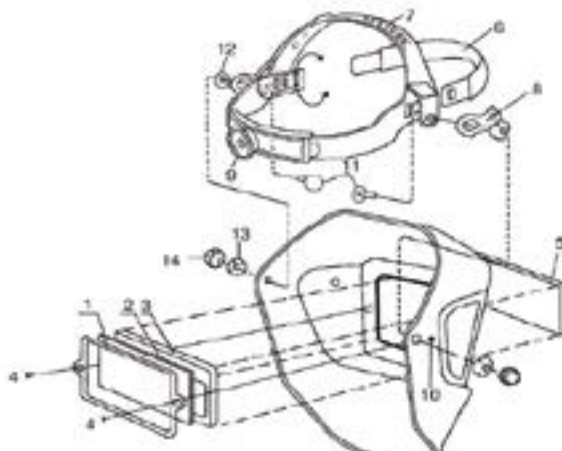

Рис. 1
На рис. 1 представлена схема сборки корпуса щитка и подголовника.
1. Корпус щитка поставляется в сборе с защитным затемненным стеклом. С помощью фиксаторов и гаек соедините корпус щитка с наголовником (рис. 1).
– Горизонтальная регулировка обхвата головы: нажмите на регулятор (**9, рис. 1**), и поворачивайте рукоять по часовой стрелке, чтобы уменьшить размер наголовника, и против часовой – чтобы увеличить. Щиток должен плотно сидеть на голове.
– **Вертикальная регулировка системы крепления: уменьшая или увеличивая размер ремня (7, рис. 1), отрегулируйте размер наголовника так, чтобы глаза сварщика находились в средней части светофильтра.**
– **Регулировка наклона щитка: отрегулируйте затяжку винтов и положение фиксатора сегментной регулировки (8, рис. 1) для удобного угла обзора. Убедитесь, что щиток свободно опускается и не сползает.**